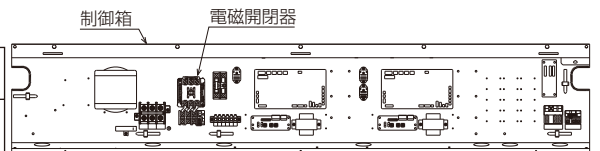

図2
- 制御箱内にある電磁開閉器を取外し、電動機プーリーセットのものに交換してください。…図2 (取付けネジは標準品のネジを流用してください)